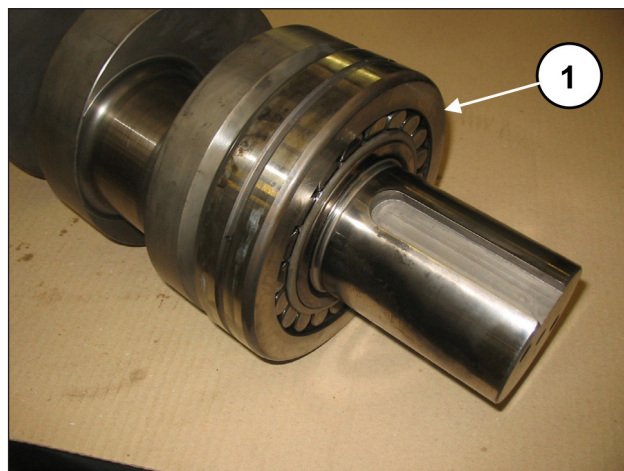
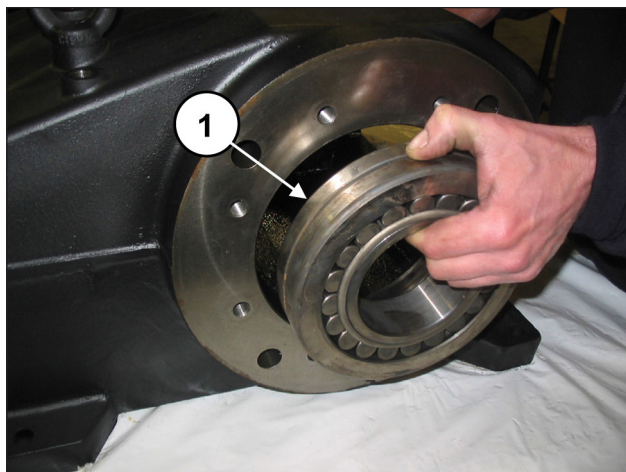

Fig. 42
Fig. 43
Prémonter le roulement côté prise de force sur l'arbre jusqu'en butée (rep. ①, Fig. 42) et monter le roulement côté opposé sur le carter (rep. ①, Fig. 43).
La bague intérieure du roulement Fig. 43 est conique. Vérifier que la conicité va de l'extérieur vers l'intérieur pour recevoir correctement la douille.